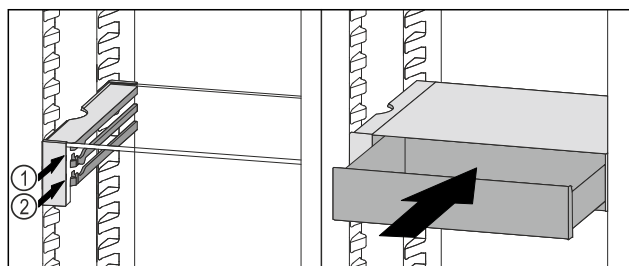

Fig. 121
- Predal VarioSafe namestite za zaustavljalnimi elementi na željeni nastavek Fig. 121 (1) ali Fig. 121 (2).